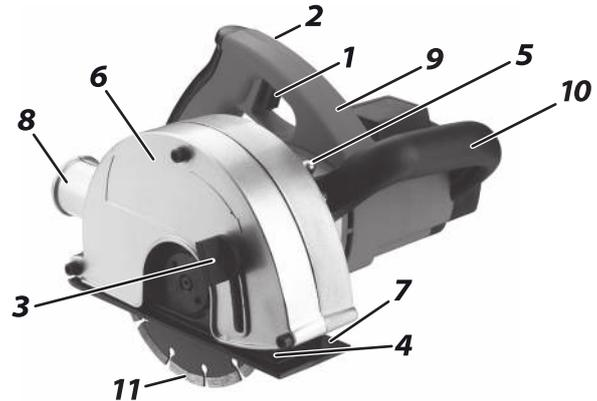

Рис. 1
## ВНЕШНИЙ ВИД ЭЛЕКТРОИНСТРУМЕНТА (Рис. 1)
Глубина штробы варьируется от 10 до 40 мм. Глубина штробы указана на уровне (4) (Рис. 1). Для изменения глубины штробирования:
1. Ослабьте блокирующий переключатель (3) (Рис. 1).
2. Наклоните основание (7) (Рис. 1) в нужное положение. Настройте глубину штробы приблизительно на 3 мм больше требуемой, чтобы компенсировать возможные неровности поверхности стены.
3. Затяните блокирующий переключатель (3) (Рис. 1).
Чтобы включить устройство, удерживайте нажатой кнопку снятия блокировки (2) (Рис. 1) и одновременно нажмите выключатель (1) (Рис. 1). Чтобы выключить изделие, отпустите выключатель (1).